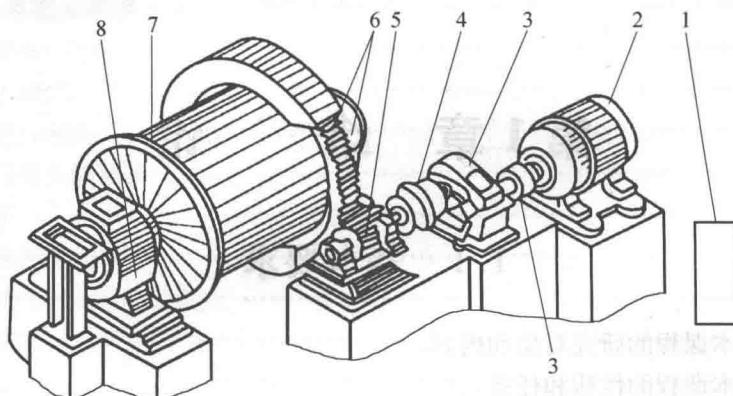

图 1.1 矿石球磨机
**例 1.1** 试说明图 1.1 所示的矿石球磨机的组成,并说明各组成部分的功用。